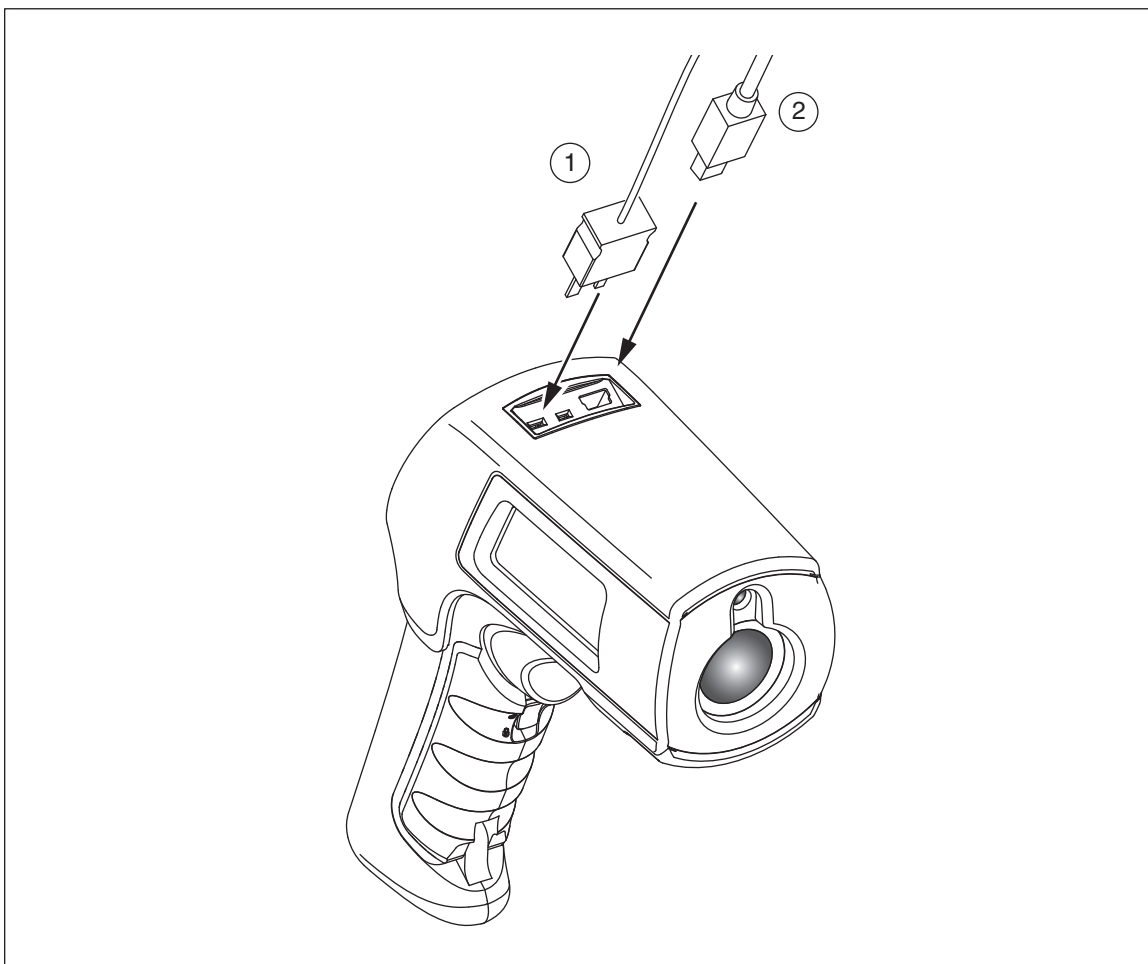

图 7. 热电偶和 USB 连接
568 型中存储的数据可以通过附带的 USB 连接线和 FlukeView® Forms Documenting 软件下载到个人电脑 (PC)。有关详情，请参见 FlukeView® Forms 文档。USB 输入端口 ② 位于测温仪顶部靠近外接探头输入端口 ① 的旁边（见图 7）。
测温仪配备有一个珠形 K 型热电偶探头。探头通过位于测温仪顶部的探头输入端口与测温仪连接（见图 7）。